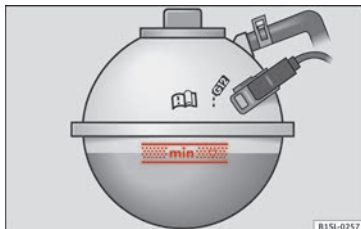

Abb. 170 Im Motorraum: Markierung am Kühlmittelausgleichsbehälter.
- Motorkühlmittelstand bei kaltem Motor an der seitlichen Markierung des Ausgleichsbehälters prüfen » Abb. 170.
- Der Motorkühlmittelstand muss sich innerhalb der Markierungen des Ausgleichsbehälters befinden » Abb. 170. **Nicht über die Oberkante des markierten Bereichs auffüllen** » ⓪.
- Motorkühlmittel nur bis zur Oberkante des markierten Bereichs auffüllen » Abb. 170. Überschüssiges Motorkühlmittel wird sonst bei Erwärmung aus dem Motorkühlsystem gedrückt und kann zu Beschädigungen führen.